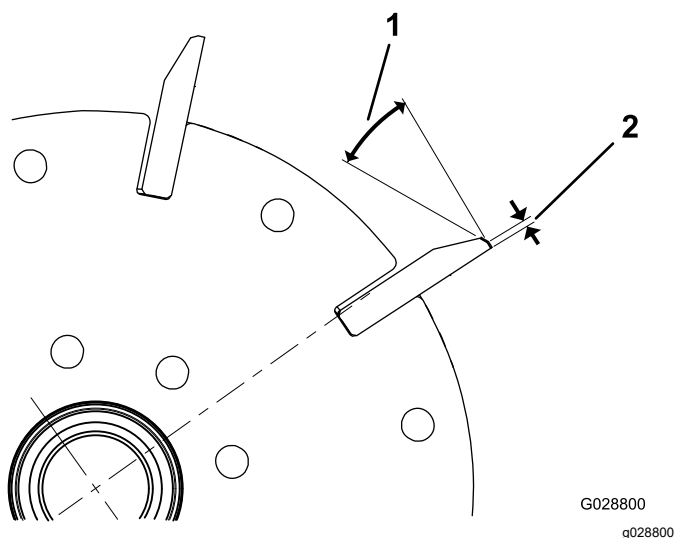

Рисунок 28
1. Выполните 30-градусное затыловочное шлифование всех ножей барабана так, чтобы ширина витка составляла 0,8 мм. (Рисунок 28).